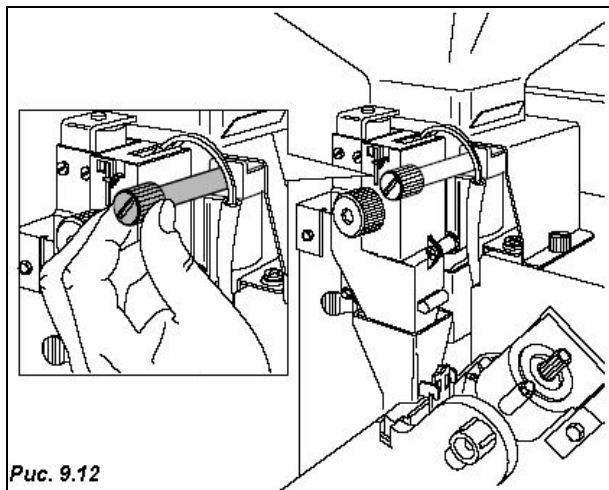

Рис. 9.12
- **Регулировка степени помола.** Для получения желаемого результата вращайте регулировочный винт (Рис. 9.12).